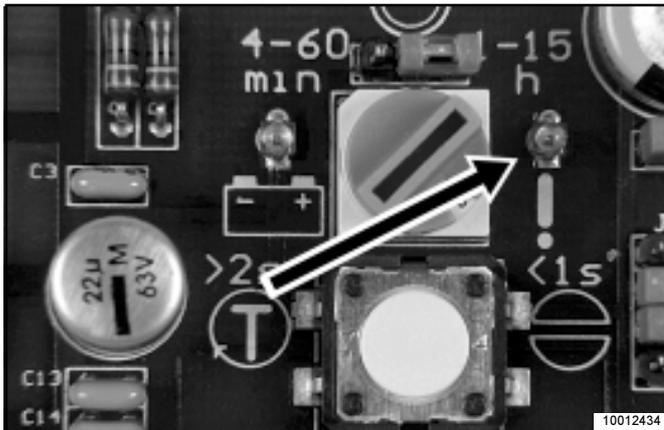

Fig. 9 - Indication par LED du temps de contrôle ou des dérangements
Remarque: La LED Fig. 9 indique les mêmes états de fonctionnement que la lampe-témoin.
- La lampe-témoin ou la LED (Fig.9) indique l'état de fonctionnement de l'installation de graissage centralisé.